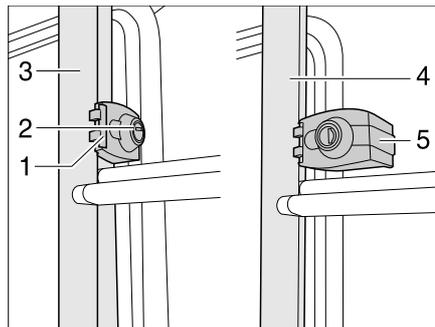

Bild 1 Heckleiter-Verriegelung
- Den Schlüssel in den Schließzylinder (Bild 1,2) der Heckleiter-Verriegelung (Bild 1,1) stecken und eine viertel Umdrehung drehen, bis der Schlüssel senkrecht steht.
- Den klappbaren Teil der Heckleiter (Bild 1,4) festhalten und den Sicherheitsbügel (Bild 1,5) ausschwenken.
- Den Schlüssel in den Schließzylinder (Bild 1,2) der Heckleiter-Verriegelung (Bild 1,1) stecken.
- Den Sicherungsbügel (Bild 1,5) nach innen um das Rohr des festen Teils der Heckleiter (Bild 1,3) schwenken.